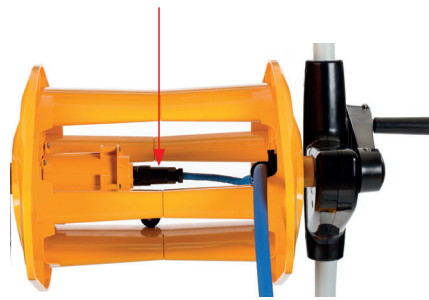

Figura 3: Conexión interna del rodillo
**Importante:** Cada dos o tres sesiones de limpieza, desconectar el cable flotante de la conexión interior del rodillo (Figura 3), desenrollar todo el cable y volver a arreglarlo en el rodillo como se requiera.